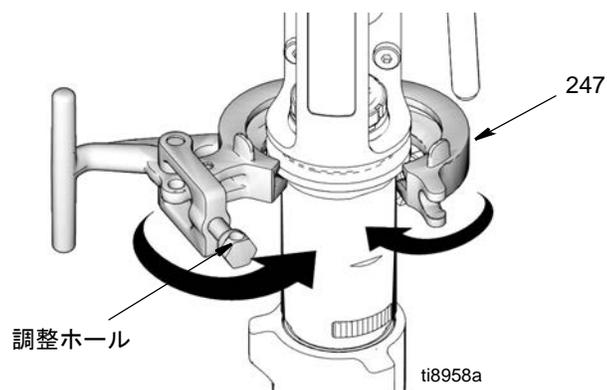

図 22
3. (図22) ポンプ (111) のまわりの取り付け金具 (247) 閉めて、押して閉じます。